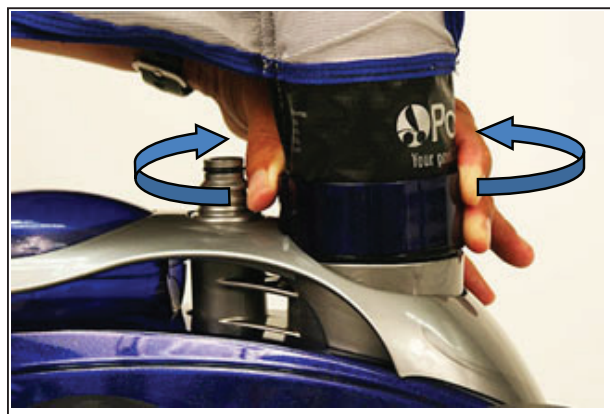

Figura 2. Retire la bolsa del limpiador
3. Gire la arandela para retirar la bolsa del limpiador (Figura 2).